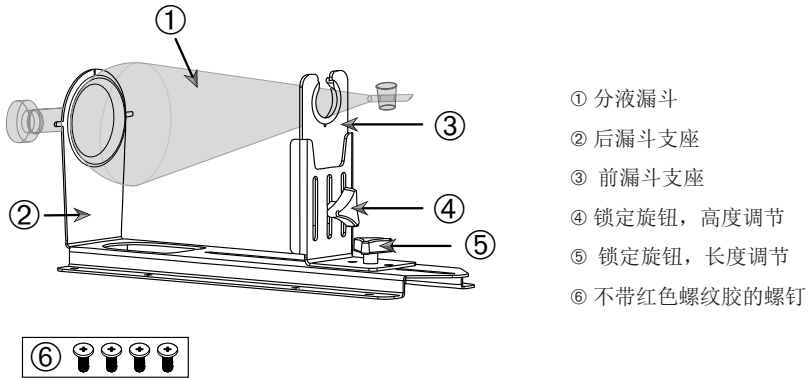

图 97: 分液漏斗夹具装配
3. 使用分液漏斗夹具随附的螺钉将分液漏斗夹组件固定在平台上 (图 96 和图 97 中的 ⑥)。